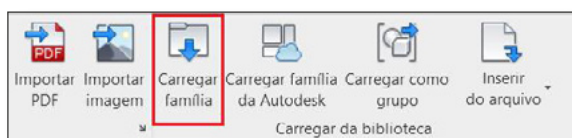

Figura 12 – Acesso ao botão "Carregar família".
2. Na aba "Inserir", painel "Carregar da biblioteca", clique no botão "Carregar família" (Figura 12);